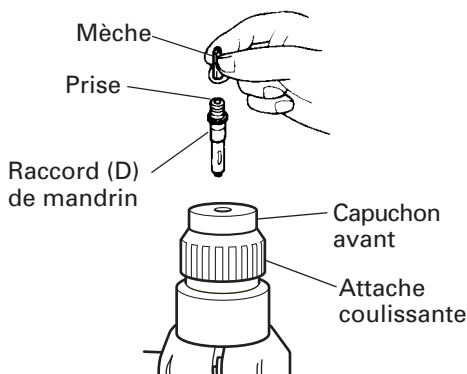

Fig. 9
4. Lors du vissage des vis machine (Fig. 9)
5. Enfoncement de vis à bois (Fig. 9)